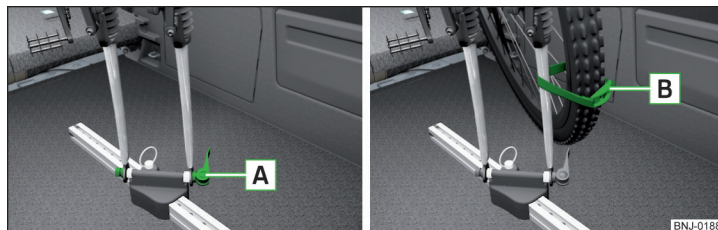

Bild 113 Sätta in cykelns framgaffel i hållaren/exempel på montering av framhjulet
- Lossa snabbspännaren **A** » bild 113 cykelhållaren och ställ in den efter cykelgaffelbredden.
- Fäst framhjulet med bandet **B** på framgaffeln » bild 113 eller fordonskarossen.